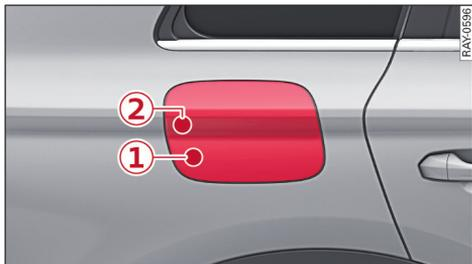

图 66 汽车的右后部：打开充电口盖
- ▶ 请在部位 ① 点按充电口盖 ⇨ 图 66。另外，您可以通过中央显示屏打开充电口盖。
- ▶ 要打开充电口盖时，请在部位 ② 点按充电口盖 ⇨ 图 66。